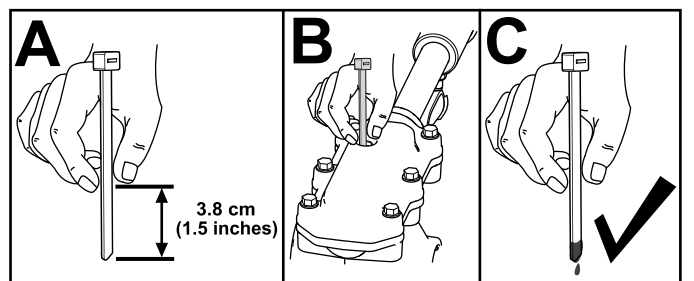

Figure 39
3. Contrôlez le niveau d'huile à l'aide d'un dispositif de mesure adéquat, par exemple un serre-câble propre. Le niveau d'huile doit se situer à environ 3,8 cm en dessous de l'orifice de remplissage (Figure 39).